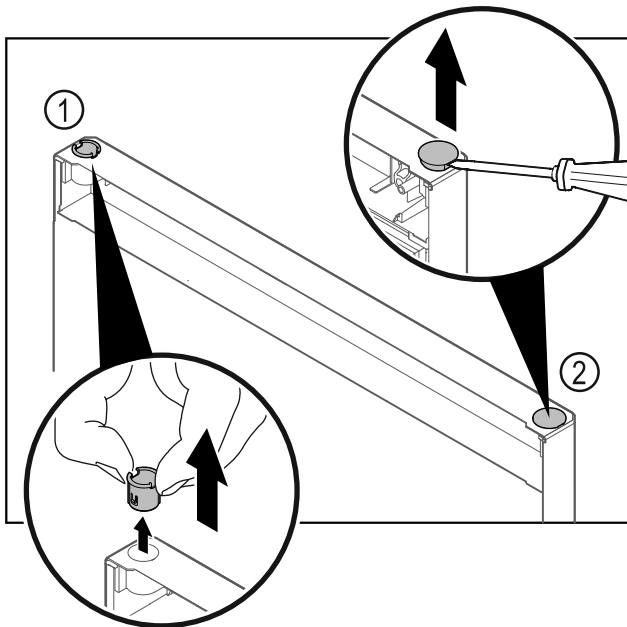

Fig. 15
- ▶ Húzza ki az ujjával a csuklópánt-perselyt Fig. 15 (1).
- ▶ A fedődugót Fig. 15 (2) egy csavarhúzóval óvatosan emelje meg és húzza ki.